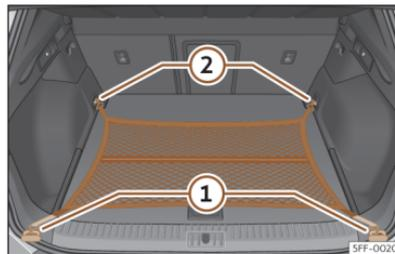

Fig. 180 En el maletero: bolsa de red enganchada a ras del suelo.
- Fije los ganchos de la red en las argollas de amarre >>> **fig. 180** (1) y (2) >>> ⚠️. La cremallera de la bolsa tiene que quedar hacia arriba.